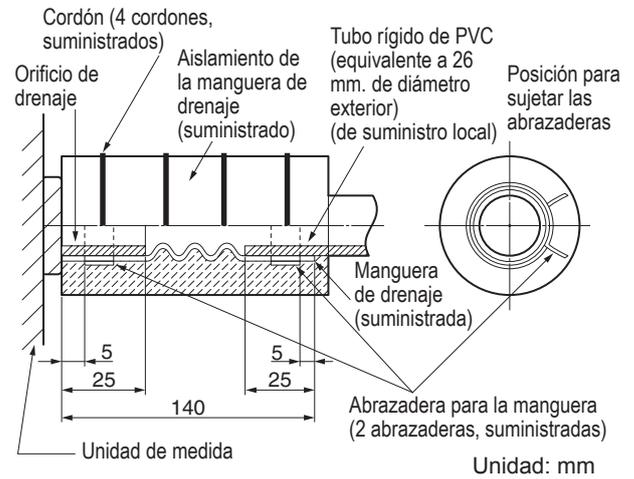

Fig. 2-6
- (1) Preparar tubo estándar de PVC rígido (Diám. ext. 26mm.) para el drenaje y utilizar la manguera de drenaje y la abrazadera suministrados para evitar fugas de agua. El tubo de PVC es de suministro local. La mirilla transparente de la unidad permite comprobar el drenaje.
- (2) Instalación de la manguera de drenaje
- Para instalar la manguera de drenaje colocar primero 1 de las 2 abrazaderas sobre el orificio de drenaje de la unidad y la otra sobre el tubo de PVC rígido (no suministrado). Después conectar ambos extremos de la manguera suministrada. (Fig. 2-6)